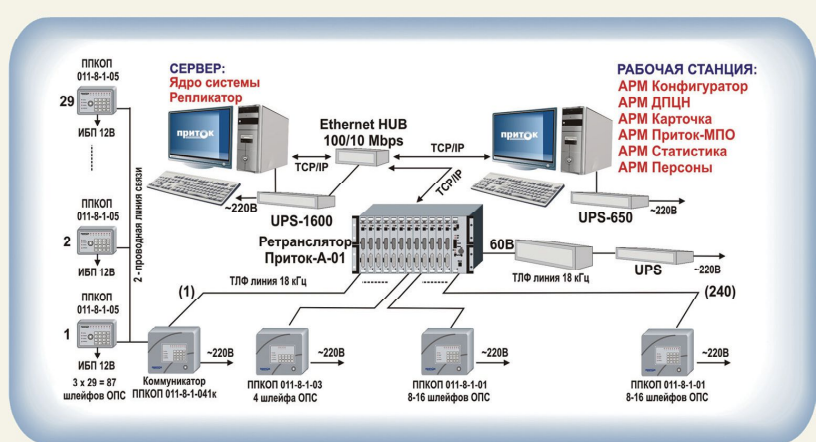

Рис. 2 ПЦН для охраны по телефонным каналам
2. Для организации подсистемы автоматизированной централизованной охраны по телефонным каналам связи (ОПС «Приток-А») необходимо к созданному ПЦН подключить хотя бы один ретранслятор серии «Приток-А» (см. рис. 2.). Эта схема наиболее распространена среди сотен действующих в России ПЦН.